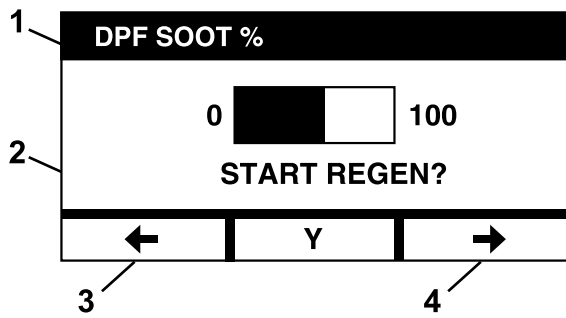

図 15
- E. 再生開始画面で Y (はい) を選択して、再生成プロセス開始を確認する (図 15)。